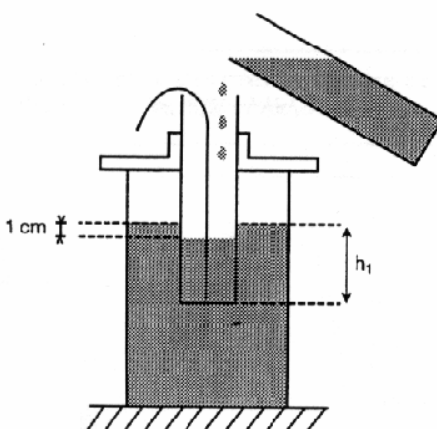

Fig. 3
6. Ich fülle den Zylinder mit Wasser aus dem anderen Gefäß (14) bis ich 1 cm unterhalb des Wasserniveaus des Tankes angelangt bin (siehe Fig. 3).
6. Ich fülle den Zylinder mit Wasser aus dem anderen Gefäß (14) bis ich 1 cm unterhalb des Wasserniveaus des Behälters angekommen bin (siehe Fig. 3).